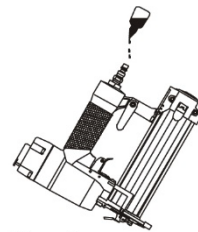

Fig 2
1. Controleer of het gereedschap moet worden gesmeerd. Druppel zo nodig twee druppels olie in de persluchtaansluiting, zie afb. 2. Als u een smeereenheid gebruikt, controleert u of u olie moet bijvullen.